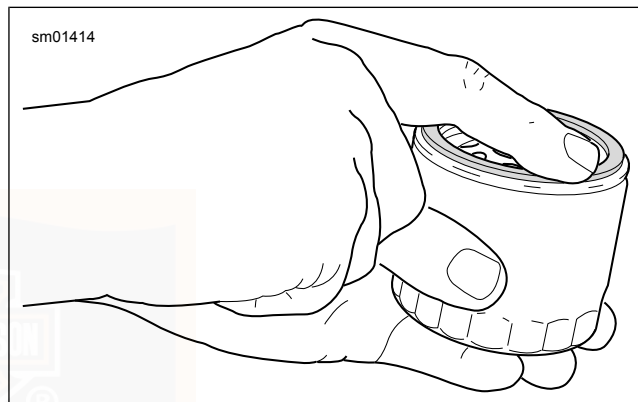

Abbildung 53. Schmieren der neuen Ölfilterdichtung
7. Siehe Abbildung 53 . Den **neuen** Ölfilter einbauen.